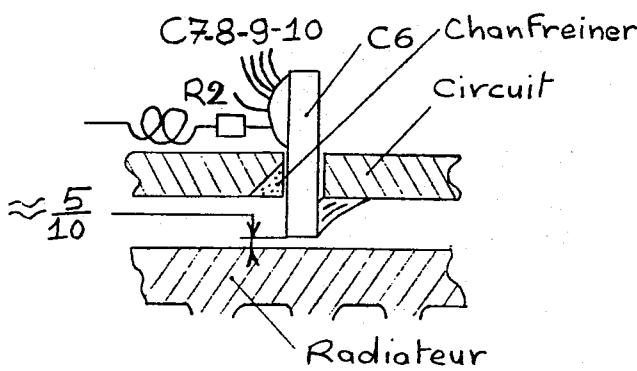

Figure 2
3) Le logement des condensateurs C1-2 (chips trapèze) est fraisé aux emplacements A et B. Dégager le cuivre côté chaud du condensateur, suivant la figure 2. Lors de la soudure de C1-2, leurs dégagements côté masse doivent être inférieurs à la distance radiateur - circuit imprimé (voir figure 2).